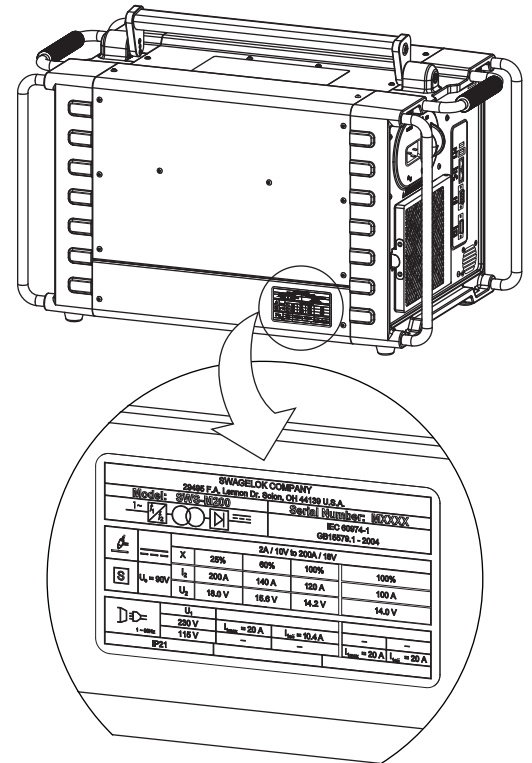

図 5 — M200 パワー・サプライ・ラベル
3. M200 パワー・サプライ背面のラベル (図 5) に記載の型式番号、シリアル・ナンバー、納入日を、保証書インフォメーション・フォームおよび登録インフォメーション・フォーム (17 ページ) に記入します。保証を有効にするためには、保証書インフォメーション・フォームをスウェーデンロック指定販売会社に返送していただく必要があります。
お手数ですが、以下の項目を記入してください。型式番号およびシリアル・ナンバーは、M200 パワー・サプライ背面のラベル（図 5）に記載されています。